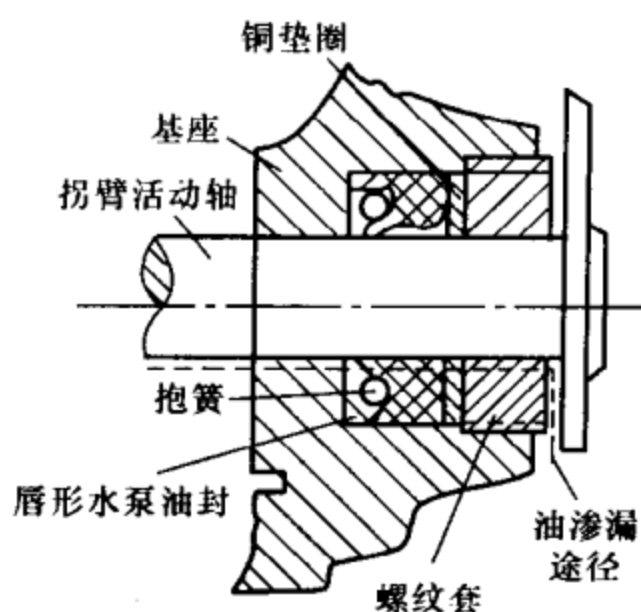

图 1-56 拐臂油封剖面结构图
(4) 活动拐臂轴部分。活动拐臂轴的封油，全靠唇形水泵油封来实现，如图 1-56 所示。开关内的油主要用于灭弧和绝缘，因变压器油黏度小、渗透力强，而活动拐臂轴又经常转动，难免油会沿轴渗漏出来。渗出来的油聚积在拐臂附近，形成油珠（即谓挂油）。为此采用 2mm 厚的耐油橡胶板，自制一个油封，紧贴装在唇形水泵油封上，以 0.7mm 厚的镀锌铁皮做垫圈，代替原
有 2mm 厚铜垫圈，再装上螺纹套（图 1-56 中未画出），这样等于加大油封与轴的接触面，起着双层封油的作用。